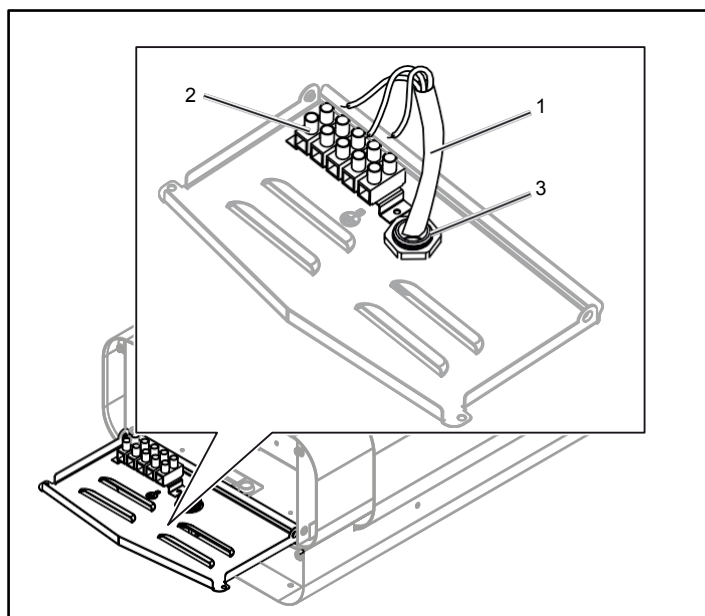

Figura 6: Collegamento
3. Fissare i dispositivi di scarico della trazione (3) e collegare il cavo elettrico (1) al terminale (2) (vedere la Figura 6) secondo lo schema elettrico (vedere la sezione Schema di collegamento/cablaggio, fig. 19).